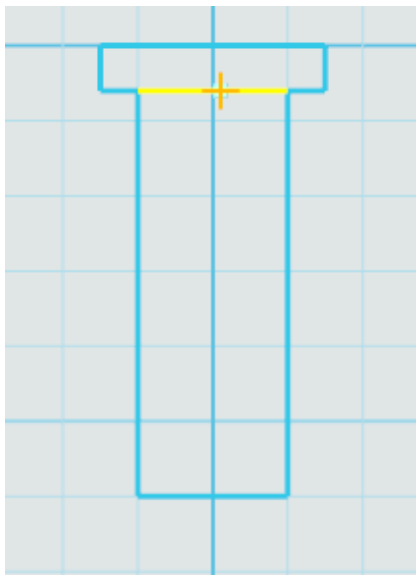
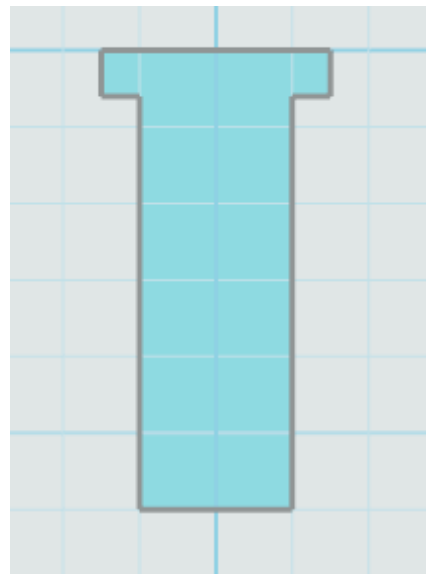

图 5-4
图 5-5
3.选择草图编辑的剪裁命令。选择“T”型中部的线条，选中后如图 5-4 所示。完成后如图 5-5 所示。